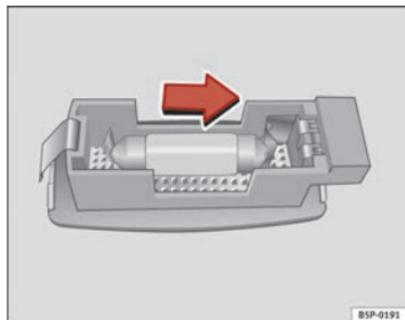

Fig. 201 Smontaggio della luce dell'aletta parasole
- Estrarre con cautela il coprifanale utilizzando il cacciavite dal lato piatto, come indicato nella figura ⇒ fig. 201.
- Rimuovere la lampada, muovendola verso l'esterno nel senso della freccia ⇒ fig. 201.